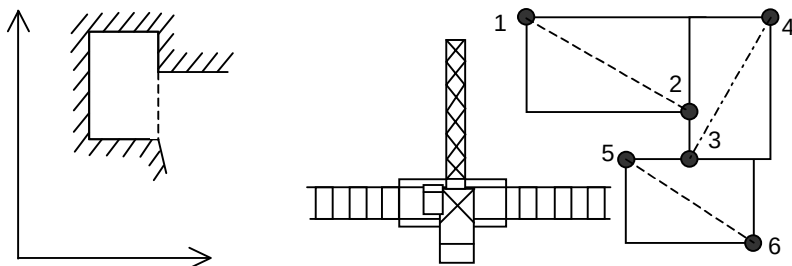

Рисунок 20 – Варианты построения погрузочно-разгрузочных площадок
Разгрузочная площадка (см. рисунок 20) состоит из прямоугольных участков (до 10) и при установке координатной защиты разгрузочной площадки вводятся координаты точек, принадлежащих концам диагоналей этих "прямоугольников". Стороны "прямоугольников" располагают параллельно осям системы координат.
- подводя крюковую обойму к первой (заранее намеченной) точке ввода (см. рисунок 20), записать ее координаты нажатием кнопки **"↵"**;